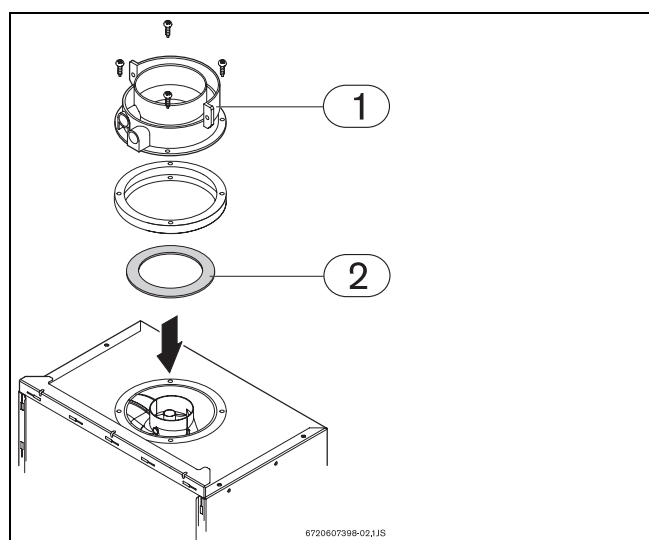

Fig. 6 Diafragma
Dependendo do tipo de saída e das condições de instalação, deve colocar-se um diafragma (→Fig. 6) debaixo do adaptador (tab. 8 e 9).
- ▶ Desapertar os parafusos de fixação do adaptador (→Fig. 6, pos. 1).
- ▶ Posicionar o diafragma (→Fig. 6, pos. 2) entre o adaptador e o aparelho.
- ▶ Voltar a fixar o adaptador ao aparelho através dos 4 parafusos (→Fig. 6, pos. 1).